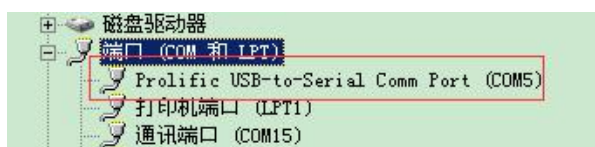
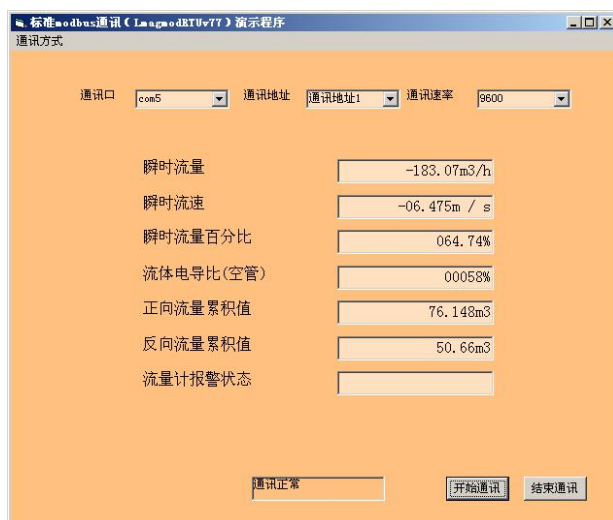

图 6-1 COM 口提示
图 6-2 测试软件通讯成功图
2. 用 USB（或 232）转 485 口连接计算机和流量计（连接成功后可以在我的电脑→属性中找到 COM 口号，如图 6-1 所示）。
3. 双击  图标打开软件，调整波特率为 9600，通讯地址为 1，COM 与图 6-1 相同。设置完成后单击“开始通讯”。通讯成功画面如图 6-2 所示。